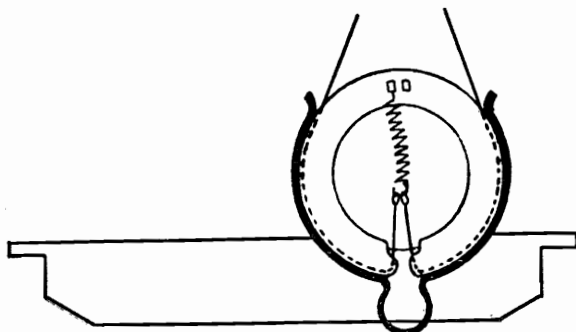

Fig. 1
Voordat men het chassis uit de kast verwijdert, moet na ver-wijdering van de bodemplaat de aandrijfsnaar met de speciale beugel op de aandrijftrommel vastgezet worden (zie fig. 1).
2. De nieuwe snaar voorloopig met de speciale beugel vastzetten op de aandrijftrommel (zie fig. 1).